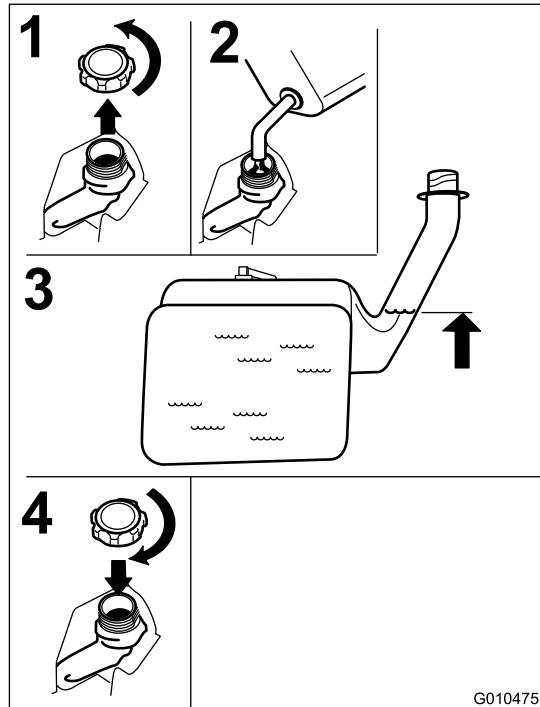

Figura 10
3. Riempite il serbatoio fino alla base del collo del bocchettone Figura 10.